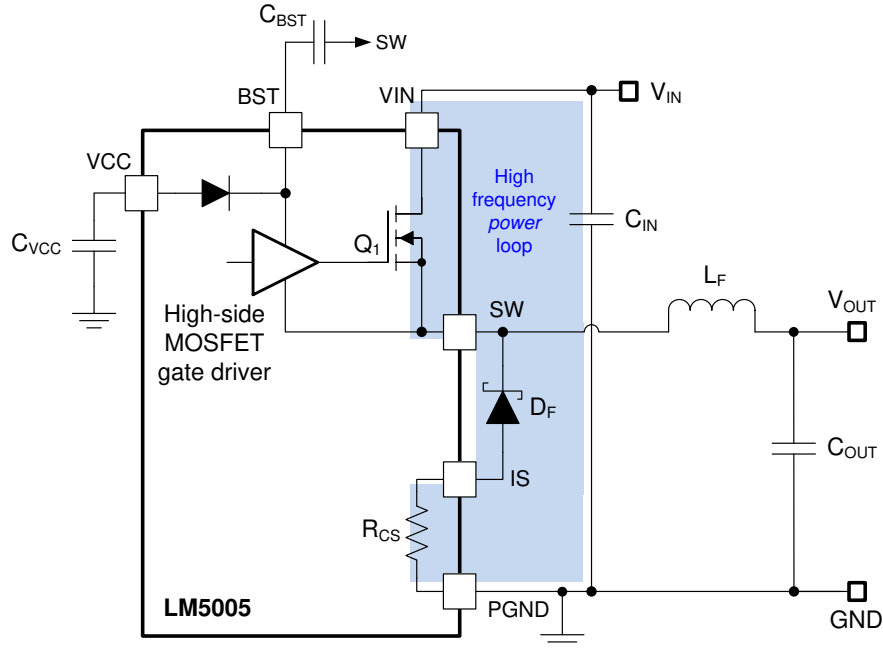

図 7-21. LM5005 電力段回路のスイッチング ループ
**図 7-21** における重要な高周波スイッチング電力ループ (または LM5005 電力段のホットループ) は、青色で示していま す。降圧コンバータのトポロジ アーキテクチャ上、スイッチング遷移時に外付けショットキー ダイオードと内蔵ハイサイド MOSFET の間で電流が切り替わるため、このループには特に高い  $di/dt$  の電流が流れます。レイアウトによって生じる寄 生インダクタンスや浮遊インダクタンスを抑え、SW ノードの過度なオーバーシュートやリングング、ノイズ、グラウンド バウン スを防ぐためにも、この実効ループ面積を最小限に抑えることが不可欠です。